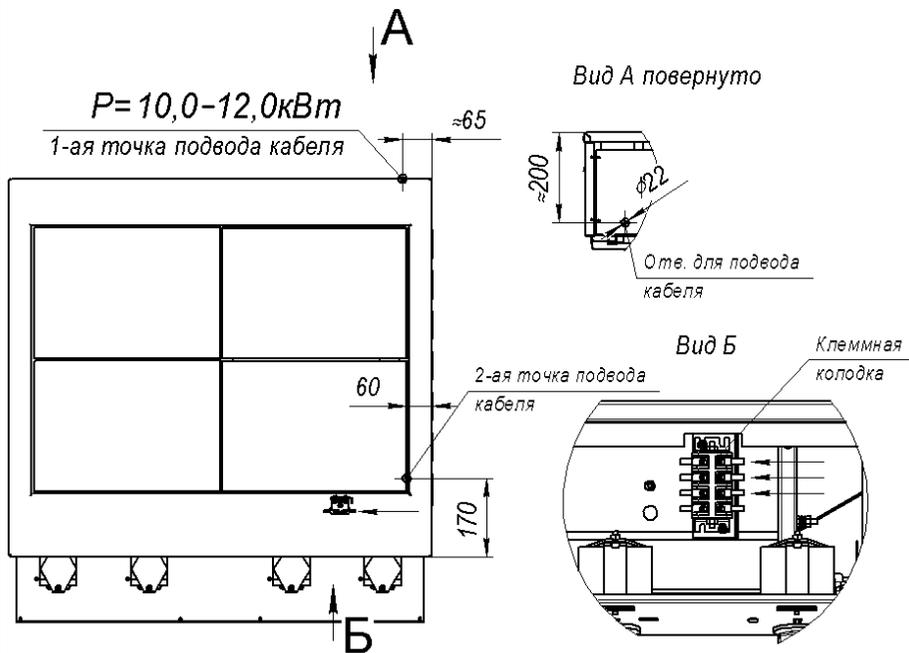

Рис.3
6.7 Рекомендуем, подвод электропитания к плите производить, скрытой в полу, трубной разводкой. Диаметр трубы – не менее 1/2" ($\varnothing=22\text{мм}$), высота от уровня пола не более 500мм (см. рис.3). Электропровода, заводимые в плиту, до блока клеммного, должны иметь термоустойчивую изоляцию, с температурой длительной эксплуатации не менее 150°C